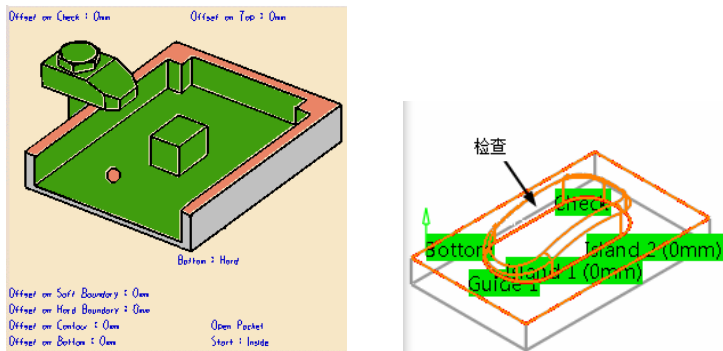

图 3-76 定义检查区域 (3)
● 定义检查区域 (3)。单击对话框中的检查区域感应区，选择顶面和圆角面、侧壁为检查对象，如图 3-76 所示，在空白处双击鼠标左键返回。